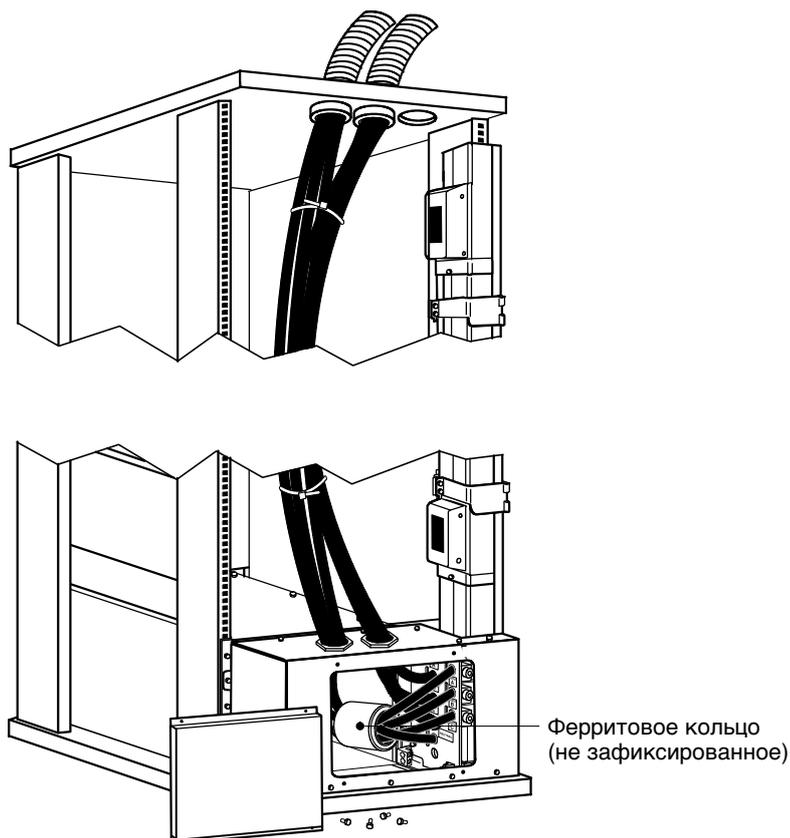

Рисунок 7. Проводка верхнего ввода в стойке с нижним вводом
Проделайте одно или несколько отверстий в верхней крышке токопровода. Проделайте одно или несколько отверстий в центре задней части верхней крышки стойки. См. Рисунок 7.
8. Подключите кабели входа, выхода и заземления к клеммному блоку шины BladeUPS согласно Рисунку 8 и Таблице 2. Проведите три входные фазы и входной ноль через укрепленное или через незафиксированное ферритовое кольцо (см. Рисунок 5 или Рисунок 7).